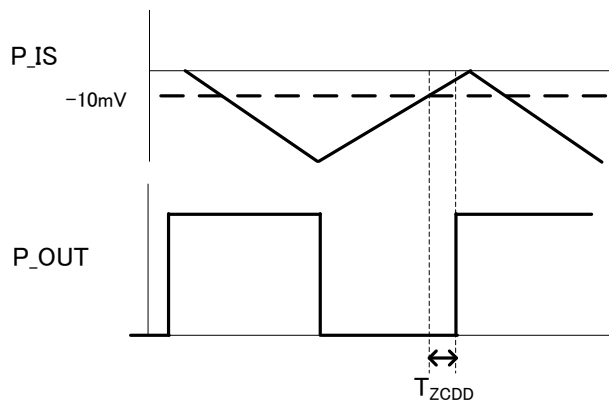

Figure 32 P_IS ゼロ電流検出遅延時間
ゼロ電流検出回路は PFC インダクタ電流 (IL) のゼロクロスを検知するための機能です (Figure 32 参照)。P_IS 端子の電圧がゼロ電流検出電圧以上になったとき、ゼロ電流検出 Delay 時間経過後に再び P_OUT 出力がターン ON します。